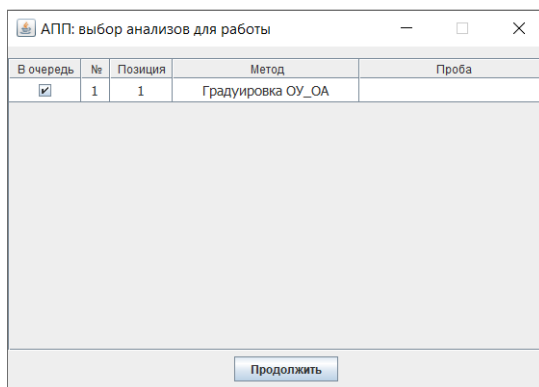

Рисунок 7. Окно выбора анализов для работы с АПП
- 2.4.6.4. В появившемся окне выбрать ранее добавленный анализ с градуировочным методом (рис. 7) и кликнуть кнопку Далее